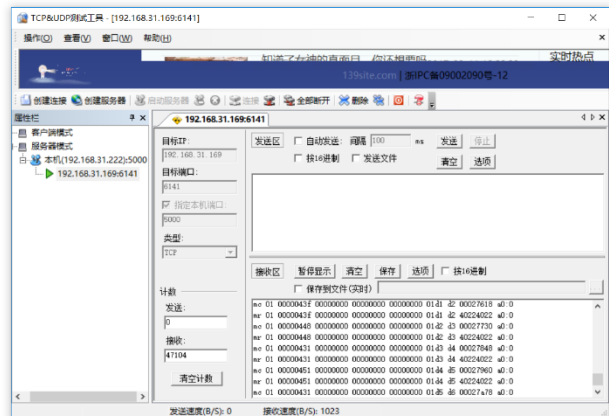

图 4.6.2 TCP&UDP 测试
- 在 TCP&UDP 测试工具上, 收到经 WIFI 模块的 TOF Report Message 数据报文, 如图 4.6.2 所示;